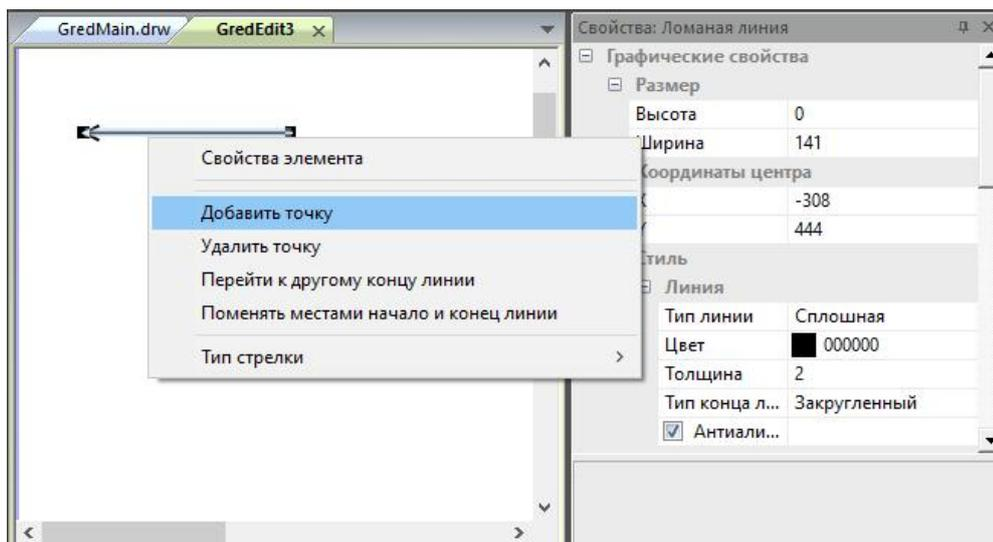

Рисунок 215 – Контекстное меню стрелки
**Свойства элементов** стрелка, многоугольник, ломаная линия и отрезок изменяются с помощью контекстного меню. Его вызов осуществляется нажатием правой кнопки мыши по выделенному элементу (рисунок 215).